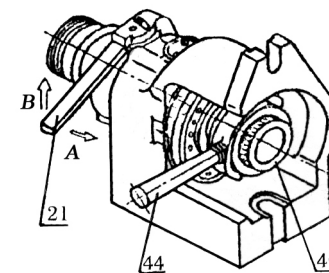

Рис. 3
3. Операция деления (См. Рис. 3)
Для осуществления деления путем поворота на заданную величину (часть) нужно рукоятку **21** потянуть в направлении «**A**» Рис.3. В это время направляющая освобождает шестерню, выталкивая стопор из зацепления. После этого поверните рукоятку **21** в направлении «**B**» до упора. Установочный штырь **17**, находящийся в рукояточном узле **18** передаст вращение шпинделю и он повернется на заданную величину. Верните рукоятку **21** в исходное положение. На этом поворот на заданную величину завершен.